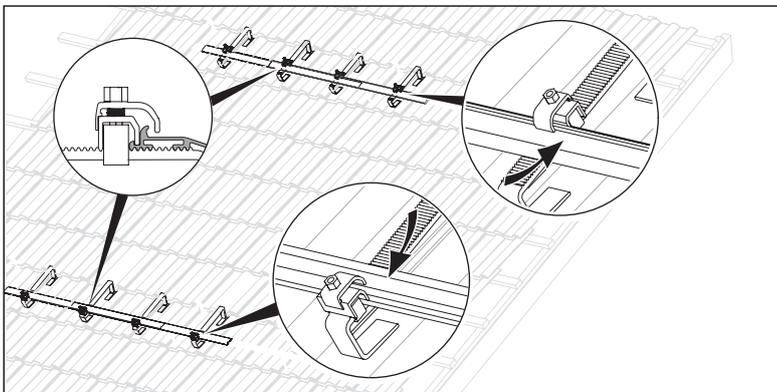

Fig. 6.8 Montaggio delle guide di montaggio
- Collegare le guide di montaggio e fissarle agli ancoraggi da tetto con gli elementi di serraggio (cfr. **fig. 6.8**).